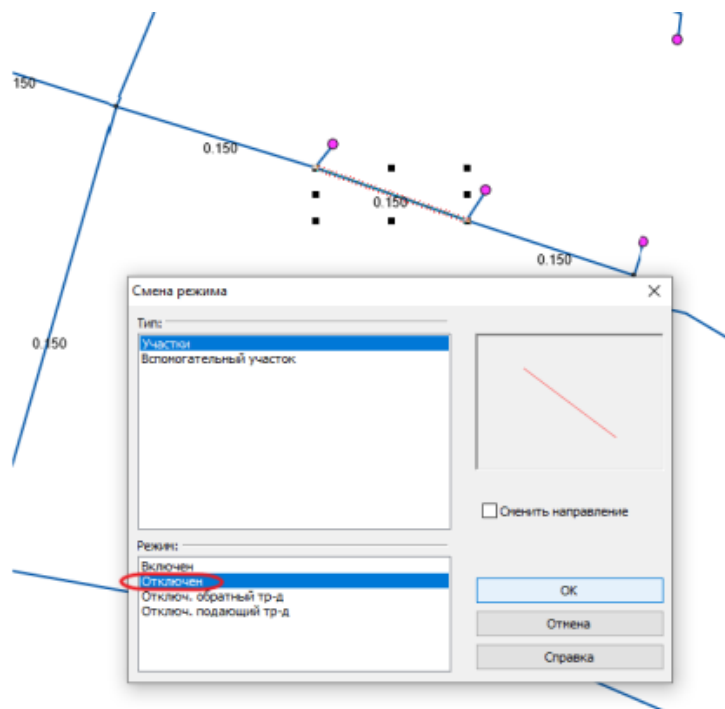

Рисунок 6.
7. Появляется окно: Смена режима, нажимаем Режим: Отключен, далее нажимаем ОК. Рисунок 6.